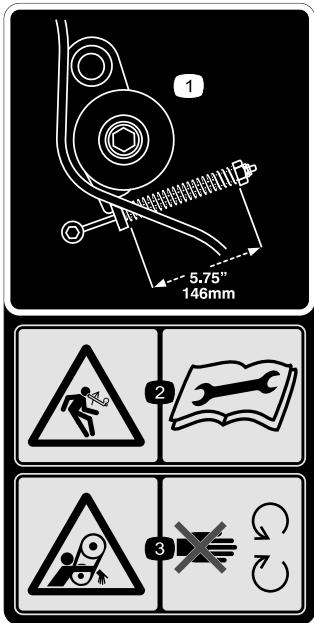

Figura 33
- Para comprobar la tensión de la correa, comprima el muelle tensor a una longitud de 146 mm (5 $\frac{3}{4}$ "); consulte la Figura 33.